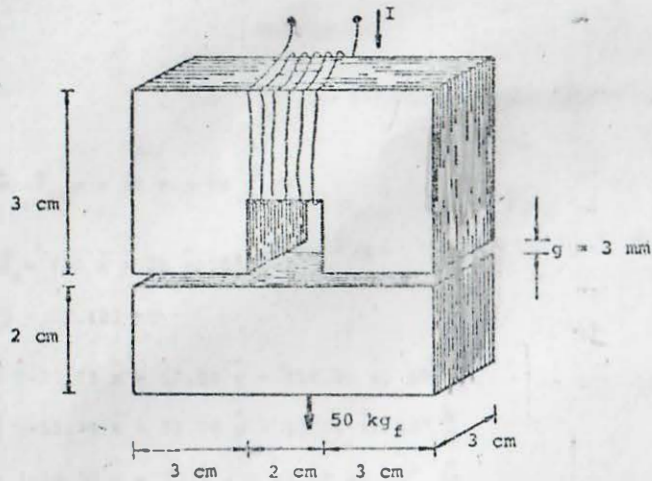

FIGURA P8.11
8.11 Se desea obtener el número de vueltas necesario en la bobina del electroimán de la figura P8.11, para que éste sea capaz de levantar un peso total de  $50 \text{ kg}_f$  con una corriente de  $4 \text{ A}$ . Considere un núcleo construido con acero colado y una longitud de los entrehierros de  $3 \text{ mm}$ . No desprecie la reluctancia del núcleo frente a las de los entrehierros.